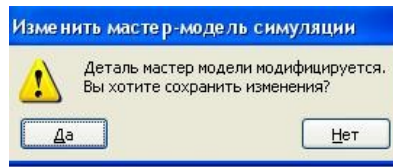

рис.17
•При этом иногда появляется сообщение рис.17. Отвечаем - ДА.